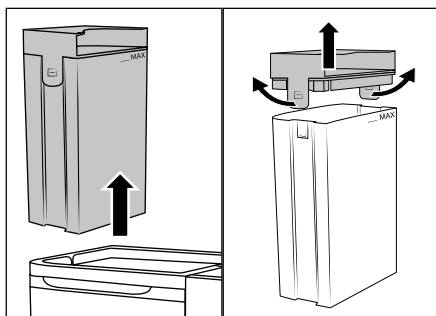

Fig. 5
(1) Versez uniquement de l'eau du robinet froide à tiède ou de l'eau distillée dans le réservoir d'eau propre **2** 2 nettoyant vinaigre LIDL W5. D'autres produits de nettoyage peuvent entraîner des dommages sur l'appareil. Nous recommandons d'ajouter trois cuillères à soupe de **nettoyant vinaigre LIDL W5** par remplissage complet (1,7 litre) du réservoir d'eau propre **2**
- ◆ Saisissez le réservoir d'eau propre ②  au niveau de la poignée du couvercle ① et sortez-le de l'appareil en tirant vers le haut (voir fig. 5).
- ◆ Tirez légèrement les deux languettes de retenue vers l'extérieur et retirez le couvercle ① (voir fig. 5).
- ◆ Remplissez l'appareil d'eau du robinet ou d'eau distillée et ajoutez si nécessaire du nettoyant pour tissus d'ameublement ou du nettoyant vinaigre W5. Veuillez respecter les consignes d'utilisation du fabricant. Veillez à ce que le réservoir d'eau propre ②  soit rempli au maximum jusqu'au repère MAX.
- ◆ Placez le couvercle ① sur le réservoir d'eau propre ②  et enfoncez-le jusqu'à ce que les deux languettes de retenue s'enclenchent.
- ◆ Saisissez le réservoir d'eau propre ②  par la poignée du couvercle ① et insérez-le dans l'appareil.